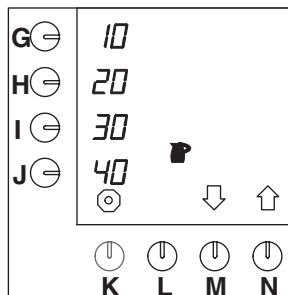

Fig. 37 Wijzigen voorgeprogrammeerde keuzetoetsen voor kannen
- Druk op selectietoets (N.)↑ tot fig. 37 in het display verschijnt.